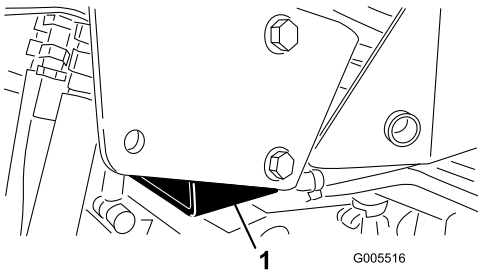

Figura 26
- A destra: sotto il tampone di sollevamento e vicino alla staffa di supporto del ROPS (Figura 26)